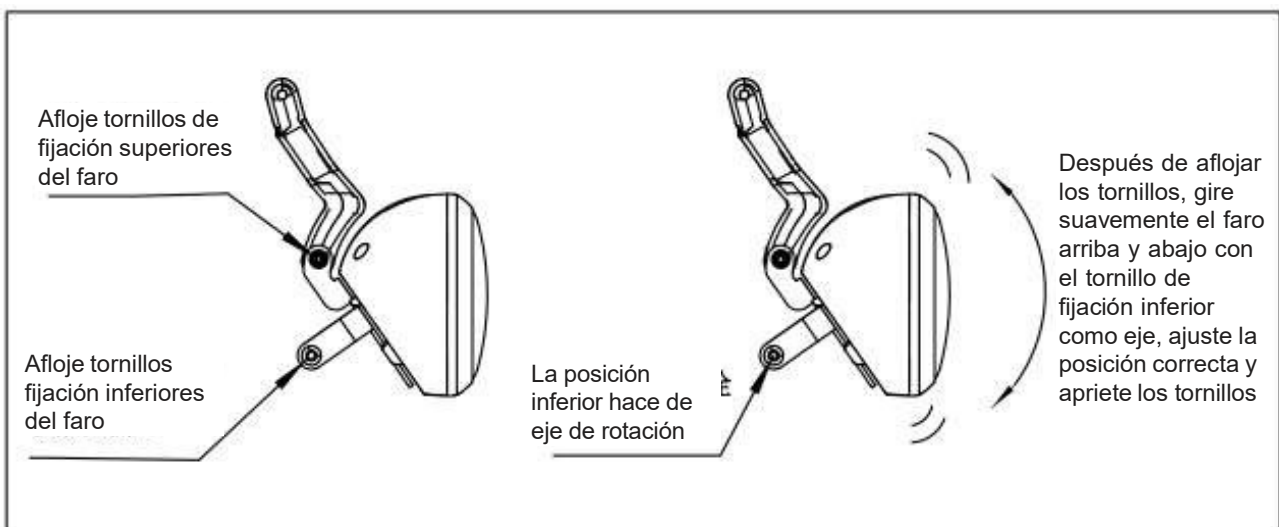

Figura 12
8. Ajuste de la altura del faro (Figura 12)